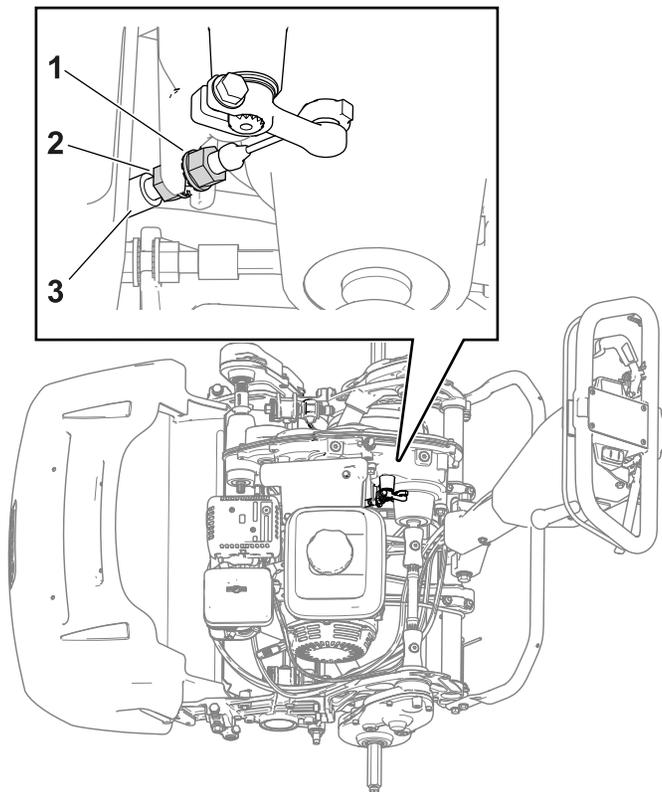

Bild 39
- Lösen Sie die vordere Kabelklemmmutter und ziehen Sie die hintere Klemmmutter an, um die Spannung des Bremszugs zu erhöhen (**Bild 39**). Schritt 2 wiederholen und ggf. die Spannung anpassen.
- Lösen Sie die hintere Kabelklemmmutter und ziehen Sie die vordere Klemmmutter an, um die Spannung des Bremszugs zu verringern (**Bild 39**). Schritt 2 wiederholen und ggf. die Spannung anpassen.